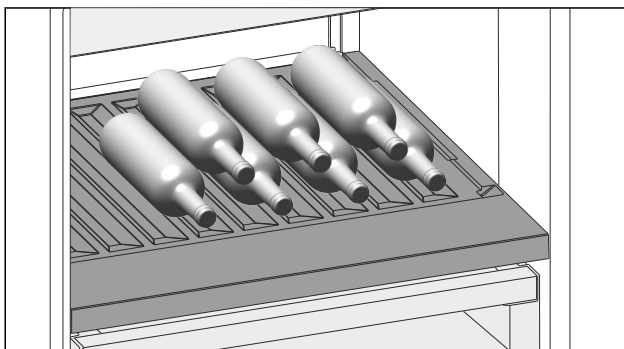

Fig. 150 Beispielhafte Darstellung
- ▶ Flaschen mit dem Boden nach hinten zur Rückwand einlegen. (siehe Fig. 150)